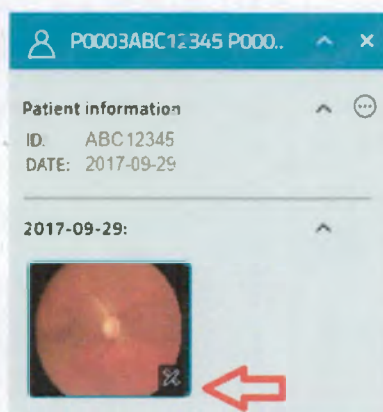

Рисунок 66. Значок аннотация.
- Чтобы просмотреть аннотацию, перетащите изображение исследования (то, которое имеет аннотацию) на главный экран (См. рис.66).